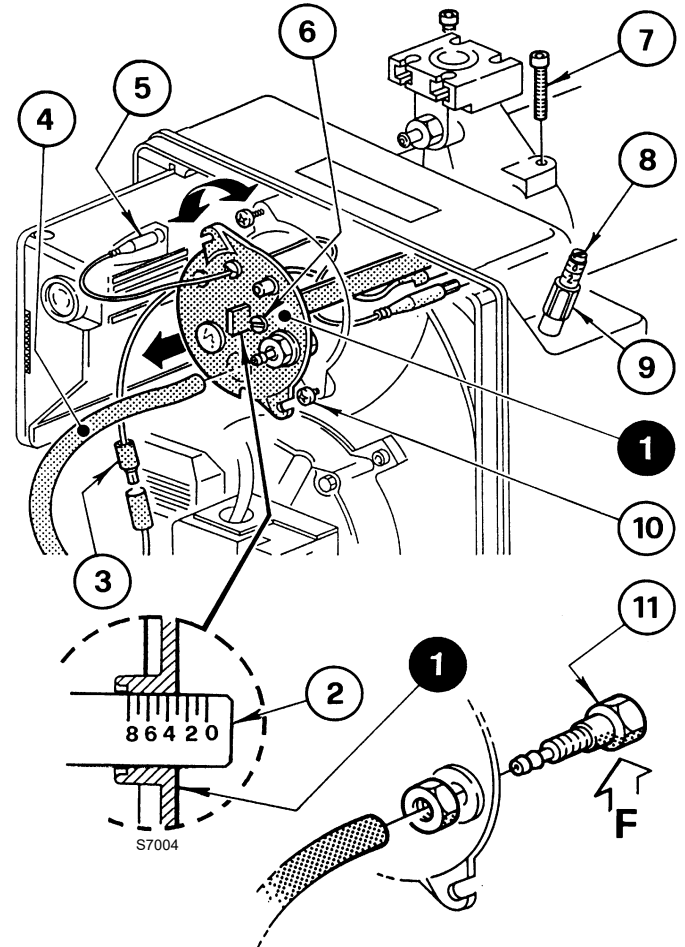

Abb. 13
Sie erfolgt, indem die Stellschraube 6)(Abb. 13) im oder gegen den Uhrzeigersinn gedreht wird, bis die Raste am Stellbügel 2) mit der Außenfläche des Kopfblocks 1) übereinstimmt.
In Abb. 13 ist der Stellbügel für den Kopf auf die Raste 3 geeicht.
Für die Entnahme des Kopfblocks (Abb. 13) wie folgt vorgehen:
Für den Wiedereinbau die obigen Angaben in umgekehrter Weise ausführen und den Kopfblock 1)(Abb. 13) wieder an seinem ursprünglichen Platz anbringen.
Die Schrauben 7)(Abb. 13) bis zum Anschlag eindrehen, aber nicht festziehen; Mit einem Anzugsmoment von 3 - 4 Nm festziehen.
Sollte sich die Druckentnahmestelle 11)(Abb. 13) unbeabsichtigt lockern, wird empfohlen die richtige Befestigung zu überprüfen, also sicherzustellen, dass das Bohrloch (F) (Abb. 13) , das sich im Kopfblock 1)(Abb. 13) befindet, nach unten zeigt.